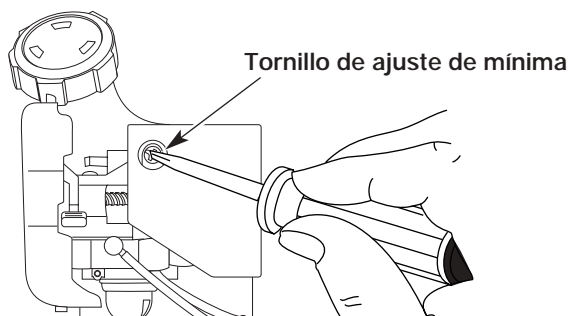

Fig. 66
La velocidad mínima del motor puede ser ajustada. Puede tener acceso al tornillo de ajuste de mínima a través de un orificio en la parte superior de la cubierta del motor (Fig. 66).
2. Suelte el gatillo del regulador y deje que el motor funcione en mínima. Si el motor se para, inserte un destornillador Phillips pequeño en el orificio de la cubierta del motor (Fig. 66). Gire el tornillo de mínima hacia adentro, en sentido horario, de a 1/8 de vuelta por vez (según sea necesario) hasta que el motor funcione en mínima suavemente.